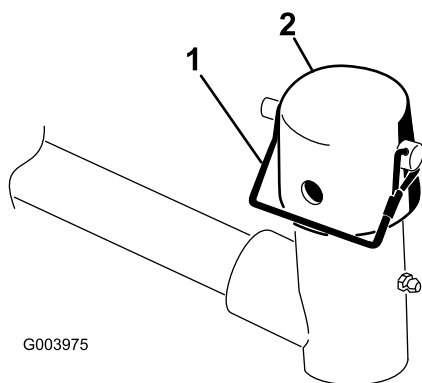

図 10
7. 昇降アームのピボットヨークからスナップピンとキャップを取る 図 10。
11. スナップピンを使って、キャップとキャリアフレームのシャフトとを昇降アームのヨークに固定する。カッティングユニットをステアリングモードで使う場合はスロットを使い、固定モードで使用する場合には、穴を使う 図 10。